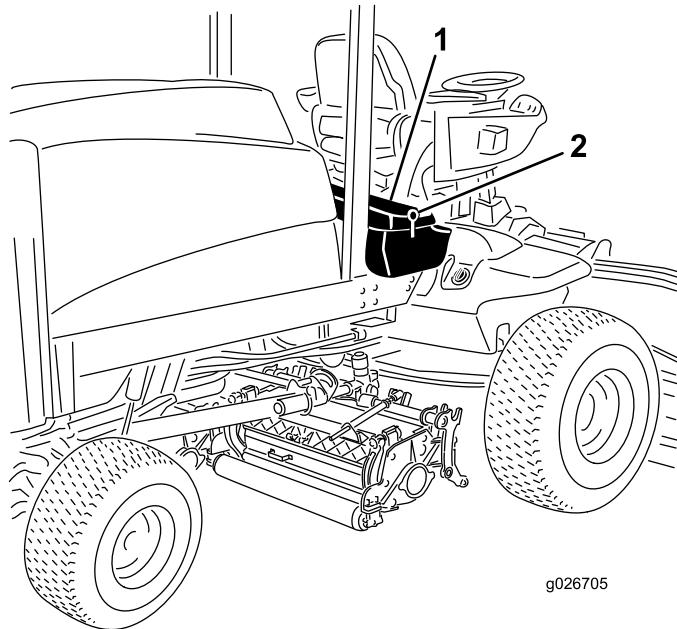

Figura 56
1. Desenganche y levante el panel de la consola del operador (Figura 56).